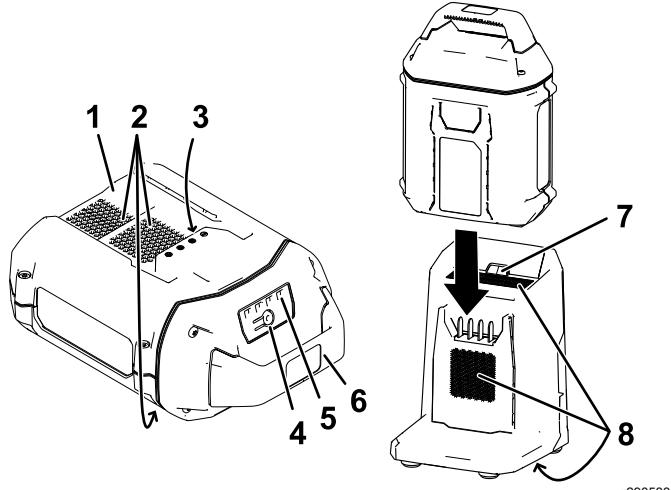

Figure 20
2. Placez le creux de la batterie (Figure 20) en face de la languette du chargeur.
- Glissez la batterie dans le chargeur jusqu'à ce qu'elle soit complètement enclenchée (Figure 20).